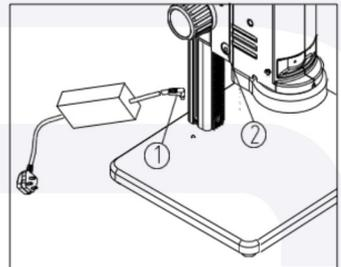

Fig.3
Insérez la fiche de l'adaptateur externe (1) dans la prise de l'adaptateur d'alimentation (2) du corps du microscope en bas, et l'appareil se mettra sous tension. (Voir Fig.3)